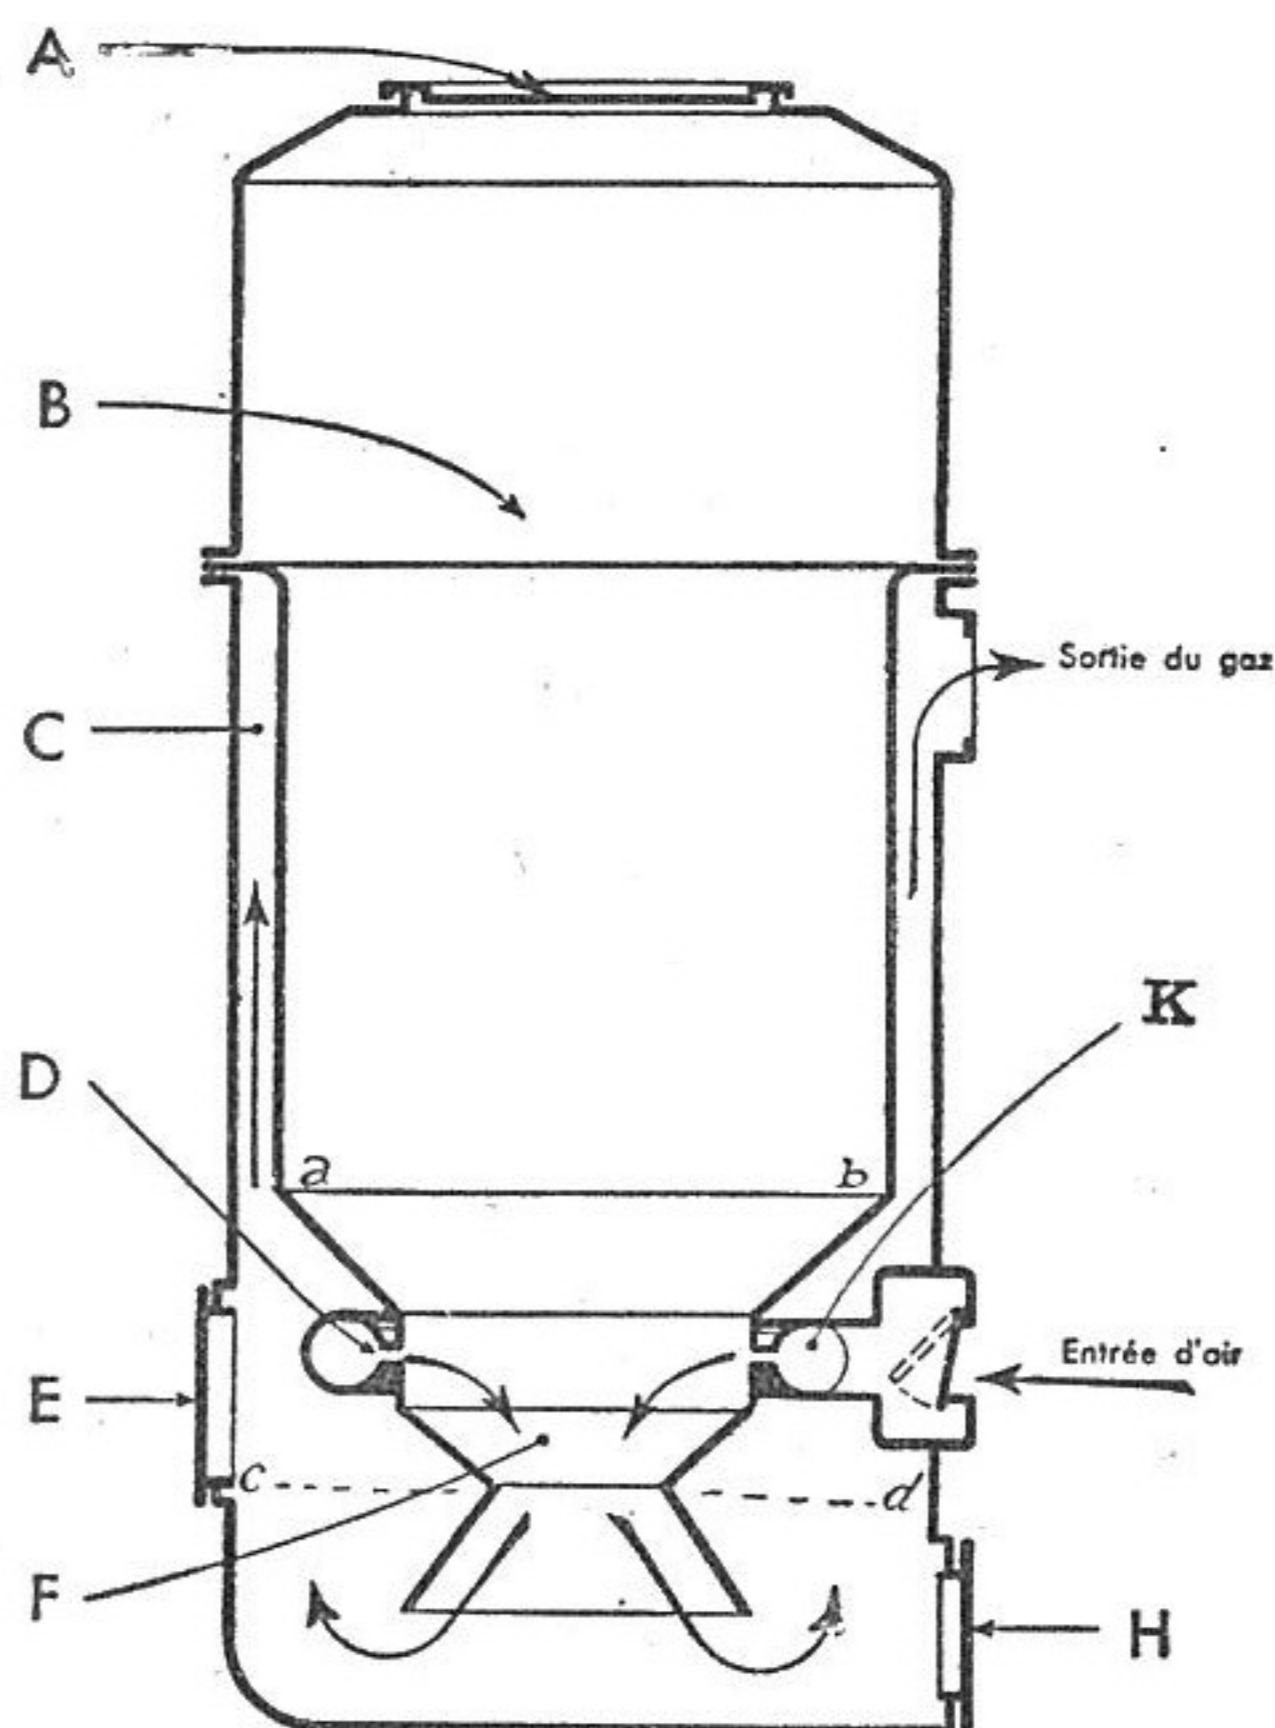

FIG. 17. — Gazogène Berliet. — Générateur.
63. DESCRIPTION. — Ce gazogène, à combustion renversée, utilise le bois. Il comprend deux parties (fig. 17) :
1° *Tous les matins*, vérifier (par les portes E, voir fig. 17), le niveau de la braisette et le rétablir s'il y a lieu ;
2° *Tous les 500 km.*, décrasser le foyer ; avant cette opération, on a laissé autant que possible tomber le niveau du bois et refroidir le générateur. Ouvrir la porte H (voir fig. 17), sortir la grille et évacuer toute la braisette, le mâchefer et le bois qui n'a pas encore été brûlé (si le gazogène est plein, éviter de faire tomber le bois), s'assurer que tout l'aggloméré de cendre est sorti ; remettre de la braisette dans le foyer et autour du diabololo (la braisette sortie peut resservir après triage et criblage) ; remettre au-dessus le bois à demi consumé et faire le plein avec du bois cru.